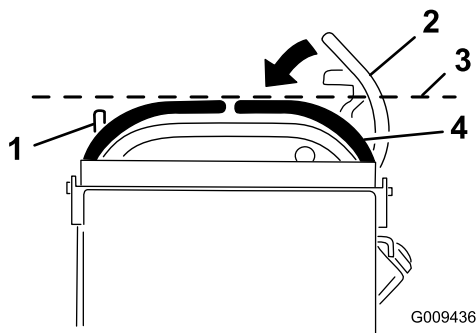

Figure 72
3. Abaissez les leviers de commande de déplacement hors de la position de **VERROUILLAGE AU POINT MORT** (Figure 72).
4. Vérifiez si le levier de commande de déplacement droit s'aligne horizontalement sur le levier de commande de déplacement gauche (Figure 72).